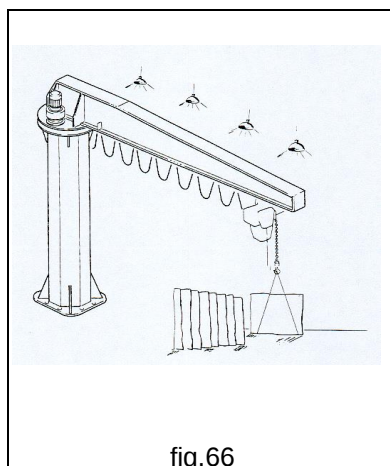

fig.66
- **TOUJOURS** opérer dans les meilleures conditions d'éclairage de la zone et de visibilité de la charge (fig.66).